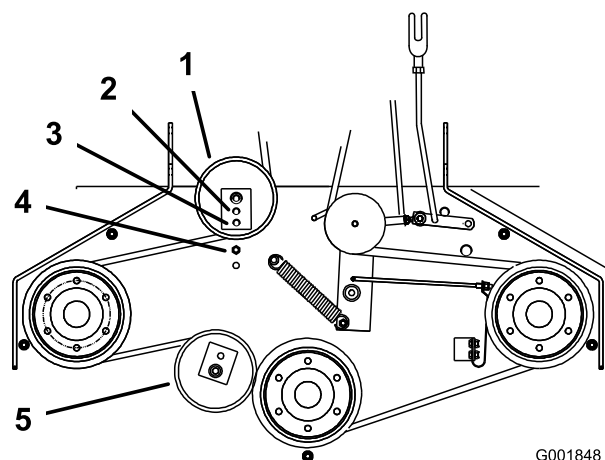

Figure 55
6. S'il n'est plus possible de régler le tendeur et que la courroie est encore détendue, il faut alors repositionner la poulie de tension arrière dans le trou central ou avant (Figure 55). Utilisez le trou qui donnera le réglage correct.
7. Lorsque la poulie de tension est déplacée, le guide de courroie doit l'être également. Placez le guide de courroie à la position avant (Figure 55).